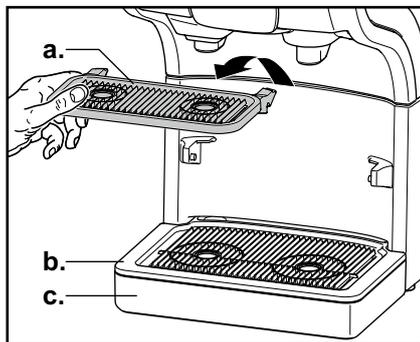

Abb. 27
2. Entnehmen Sie die Tassentrage (a.), das Tropfgitter (b.) und die Tropfschale (c.). (Abb. 27)